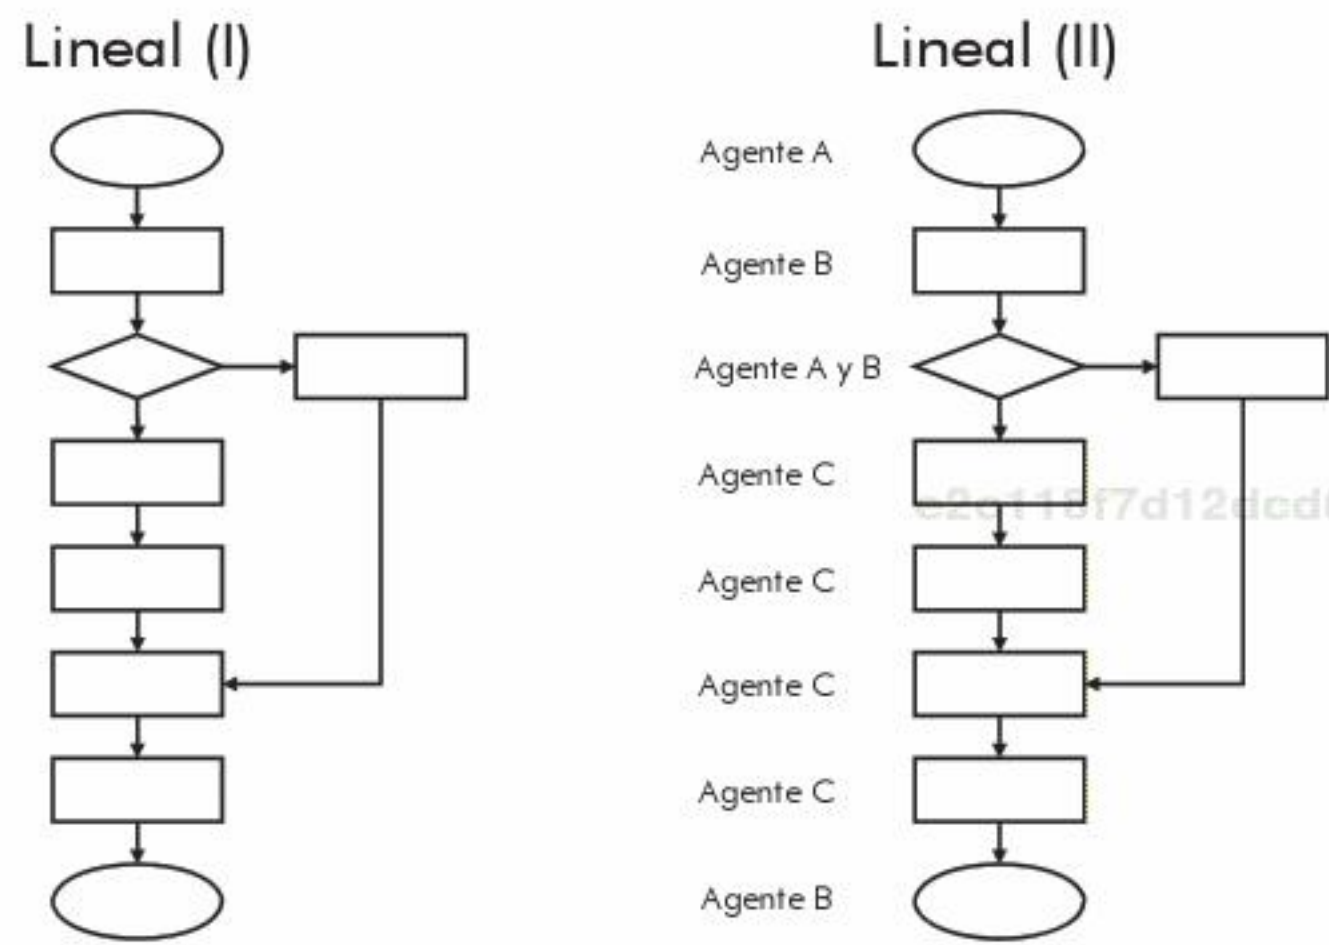

Figura 3.2. Flujogramas de tipo lineal
- Flujogramas de tipo lineal. En este caso, todas las actividades del proceso aparecen secuenciadas una debajo de la otra (véase la figura 3.2). Es de muy fácil construcción, pero aporta menos información sobre el proceso.